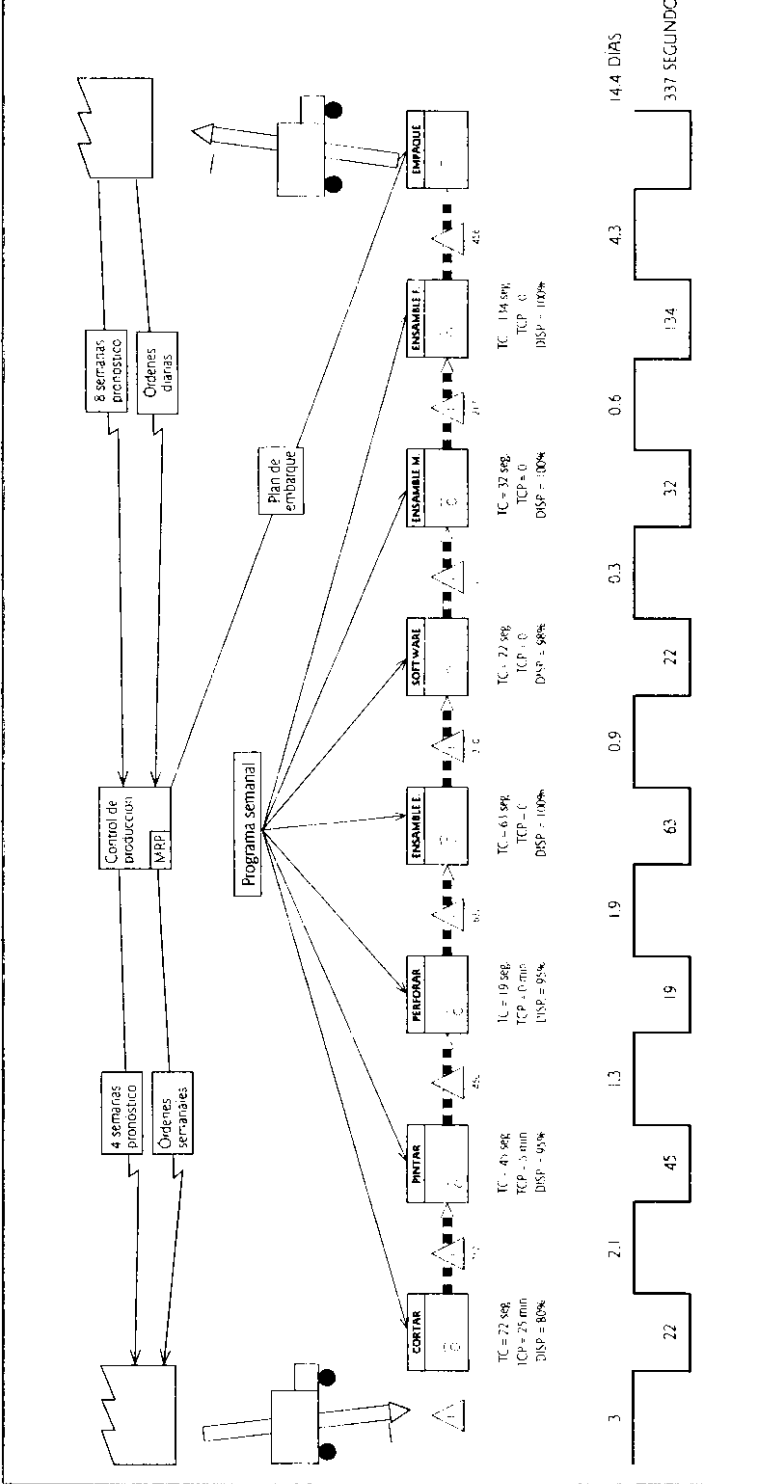

Figura 5.6
5. Integramos todo el mapa y evaluamos el tiempo que agrega valor (vea la figura 5.6).